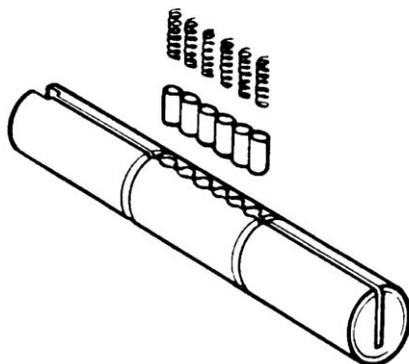

Рис. 7.32. Таблица для определения высоты установки (сверху) и вставка верхних пинов (внизу) (С разрешения компании Schlage Lock Company)
7. По таблице для определения высоты стопки комбинации нижних и мастер-пинов выбрать правильные верхние пины (вверху на рис. 7.32).
8. Вставить верхние пины и пружины в соответствующие отверстия установочного стержня (внизу на рис. 7.32).